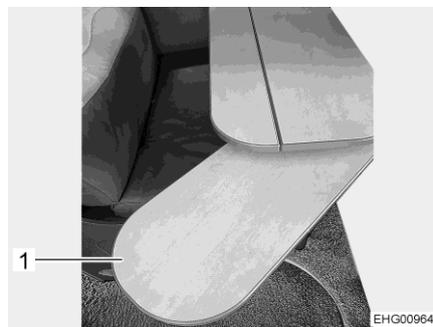

Fig. 34 Tablero de la mesa con prolongación
- Extraer la prolongación (Fig. 34,1) hasta el tope.